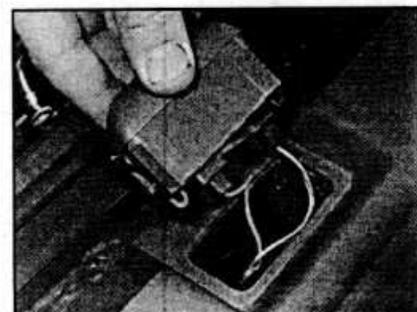

Рис. 12.34. Снятие фонаря подсветки номерного знака из заднего бампера на моделях комби.
- Используя отвертку, извлеките фонарь подсветки номерного знака из заднего бампера (см. рис. 12.34).